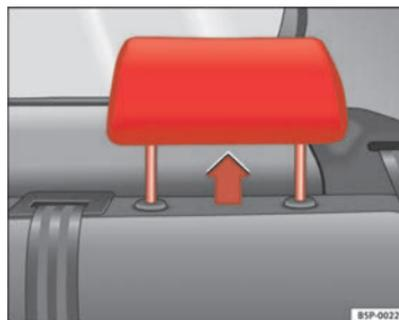

Fig. 5 Poggiatesta in posizione di utilizzo
- Tre posizioni **di utilizzo** ⇒ **fig. 5**. In queste posizioni il poggiatesta agisce come un poggiatesta convenzionale, assumendo, assieme alla cintura di sicurezza, una funzione di protezione per i passeggeri dei sedili posteriori.